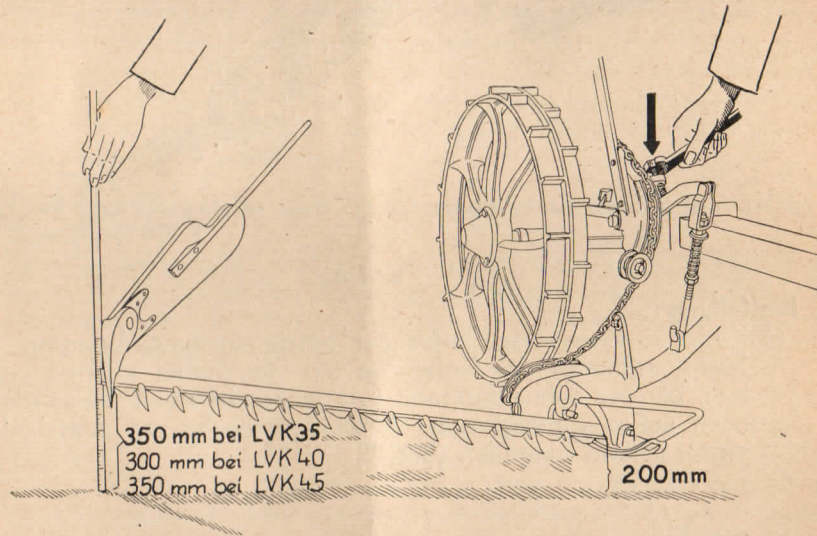

Bild 8a
- c) Putzstellung einstellen: Fußhebel niedertreten. Bei dieser Stellung muß die Schneidplatte am **inneren Schuh** ca. 200 mm vom Boden entfernt sein. (Maß von Fabrik eingestellt.) Nun ist die Stellschraube am Kettensegment des Hebehebels solange anzuziehen, bis die Schneidplatte am **äußeren Schuh** beim LVK 35 350 mm, beim LVK 40 400 mm und beim LVK 45 450 mm vom Boden entfernt ist (Bild 8a).